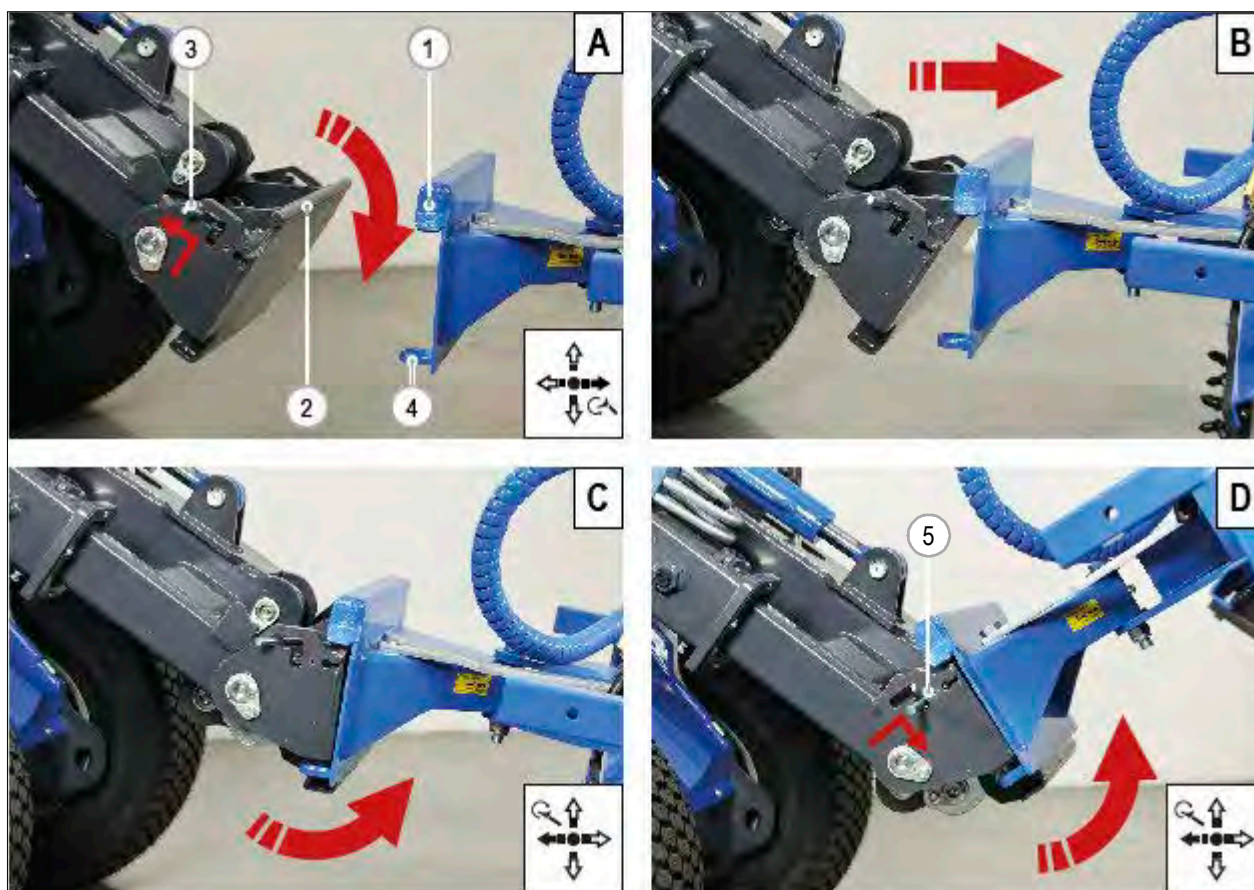

FIG. 26
- 6) Løft og skub de to håndtag tilbage (**FIG. 26 - Ref. 3**), som er placeret på lynkoblingen, for at hæve krogens stik.
- 8) Før forsigtigt lynkoblingen op til et af redskaberne, for at tilgå den øverste runde profil (**FIG. 26 - Ref. 2**) i deres kurvede placeringer på redskabet (**FIG. 26 - Ref. 1**).
- 9) Flyt langsomt multifunktionsjoysticket mod venstre, således lynkoblingen hældes bagud, fortsæt når lynkoblingen er hævet et par centimeter og koblingssystemet automatisk lukkes, så de to stik passer ind i hullerne på redskabet (**FIG. 26 - Ref. 4**).
- 10) Kontroller at de to greb synligt (**FIG. 26 - Ref. 5**) er i lav position. Hvis ikke, betyder det at koblingen ikke blev gennemført.
- 4) Før forsigtigt lynkoblingen op til et af redskaberne, for at tilgå den øverste runde profil (FIG. 26 - Ref. 2) i deres kurvede sæder på (FIG. 26 - Ref. 1) redskabet.
- 1) Løft og skub de to greb bagud (FIG. 26 - Ref. 3) fra lynkoblingen for at frigøre de to stik.